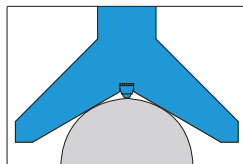

fig.1
- Adattare la superficie a V del calibro radiale al bordo cilindrico completo del pezzo (fig.1)